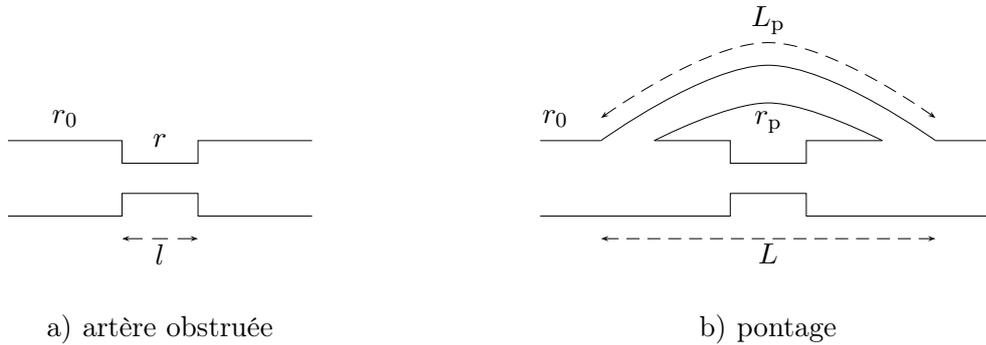

FIGURE 4.5 – Schéma de principe de réparation d'une artère obstruée par un pontage.
**Exercice 47.** Nous souhaitons étudier l'effet d'un pontage sur une artère de rayon normal  $r_0$  partiellement obstruée sur une longueur  $l$  où le rayon est réduit à  $r$  (Fig 4.5.a). La greffe d'une portion d'artère de rayon  $r_p$  sur une longueur  $L_p$  est réalisée entre deux points situés de part et d'autre de l'étranglement et distants de  $L$  (Fig 4.5.b). Le régime est stationnaire et nous supposons que  $L = 2l$  et  $r_0 = 2r$ . On appelle *résistance hydraulique*  $R_h$ , le coefficient de proportionnalité reliant la chute de pression  $\delta p$  et le débit  $Q$ , c'est-à-dire que  $\delta p = R_h Q$ .